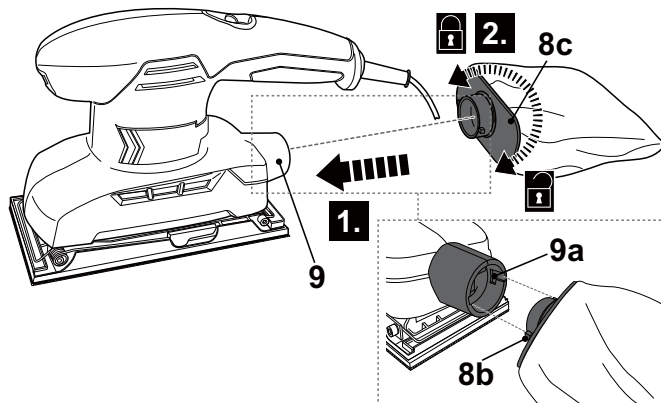

Fig. 9
- > Alinee las lengüetas (8b) con las ranuras (9a) e inserte el conector de la bolsa de recogida de polvo (8c) en la salida de extracción del polvo (9) hasta el fondo (Fig. 9, paso 1).
- > Gire el conector (8c) en sentido horario para fijarlo en posición (Fig. 9, paso 2).
- > Gire el conector (8c) en sentido antihorario para retirar el conjunto de la bolsa de recogida de polvo (8).